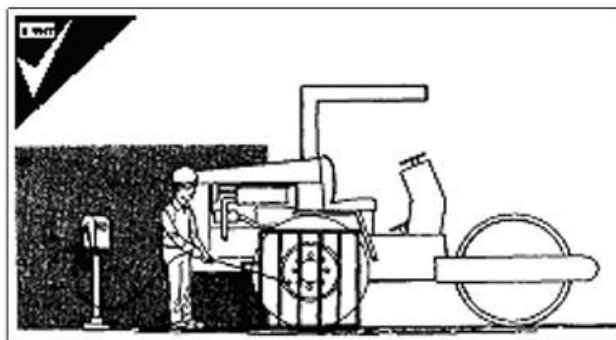

Рис. 1-21
- Ремонт шин должен выполняться только в квалифицированных мастерских. (Рис. 1-21) Чрезмерное давление внутри шин может привести к их разрыву и получению тяжелых телесных повреждений и даже смерти.